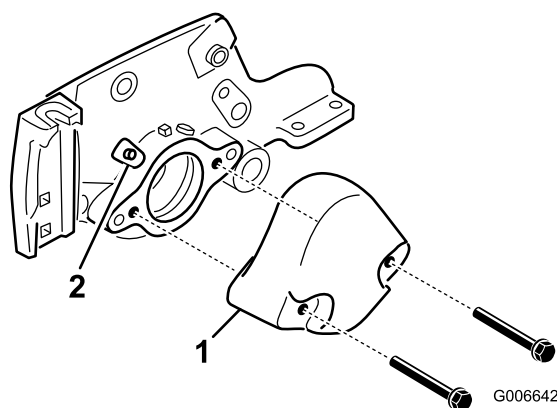

図 3
3. カウンタウェイトをカッティングユニットの左側に固定しているボルト2本を外す。カウンタウェイトを取り外す 図 3。
4. ベアリングハウジングについているストレートグリスフィッティングを外して45度フィッティングに取り替える 図 3。フィッティングがカッティングユニットの上面を向くように取り付ける。